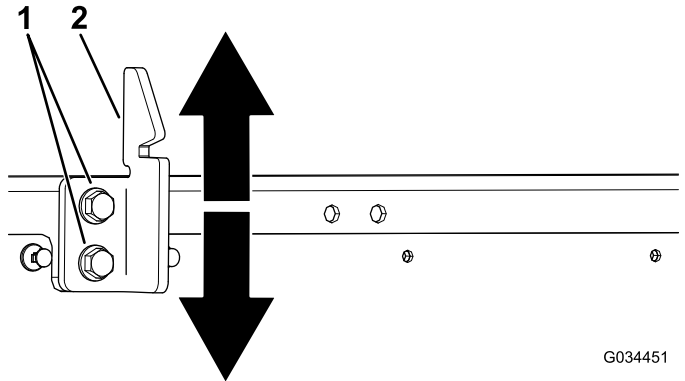

Bild 57
3. Lösen Sie die zwei Schrauben am Schlagbolzen des Ladepritschenriegels und bewegen Sie den Schlagbolzen nach oben oder unten, je nachdem, ob der Schlagbolzen zu hoch oder zu niedrig ist (Bild 57).
4. Ziehen Sie die zwei Schrauben am Schlagbolzen des Ladepritschenriegels an (Bild 57).